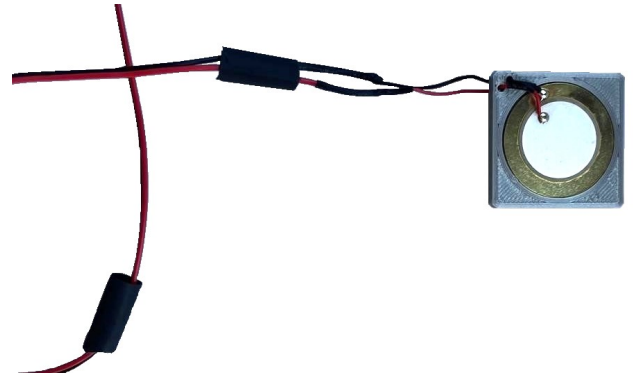

Abb. 12: Schrumpfschläuche über Kabel
- (19) Ziehen Sie zwei dicke Stücke **SCHRUMPFSCHLAUCH** über die Zwillingslitze (Abbildung 12).